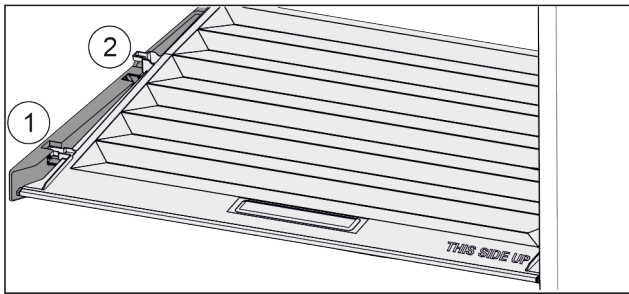

Fig. 97
- ▶ Tirer le couvercle vers l'avant jusque dans l'orifice des pièces de retenue Fig. 97 (1).
- ▶ Le soulever par le bas à l'arrière et le sortir par le haut Fig. 97 (2).